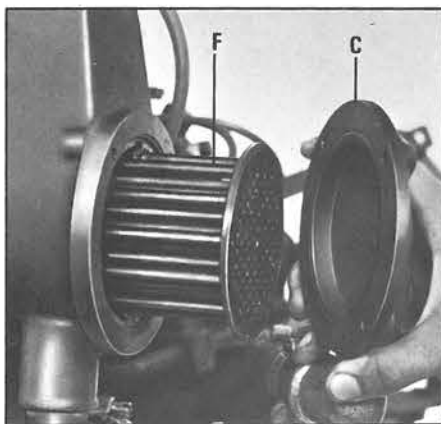

Fig. 38
16.18 Vuotare il circuito refrigerante (figg. 39-40-41) togliere il coperchio C (fig. 38) ed estrarre il fascio tubiero F.
16.18 Let coolant out (figg. 39-40-41), remove the cover C (fig. 38) and extract the nest tube F.